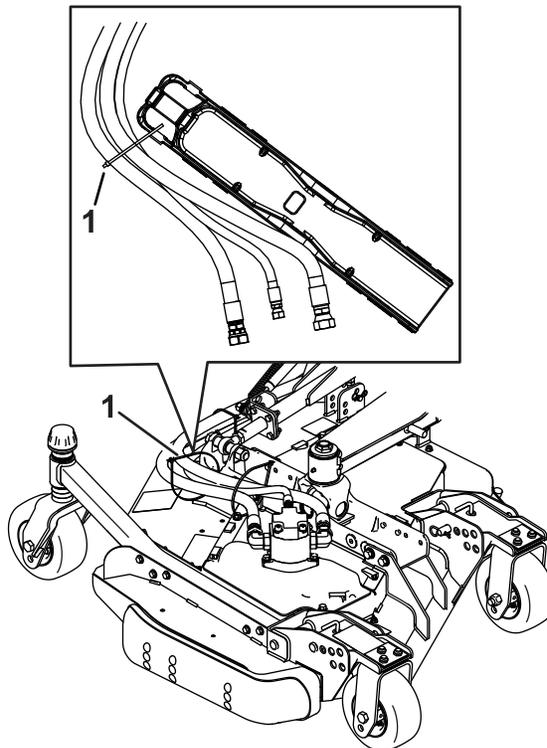

Figure 5
12. Installez les attache-câbles (Figure 5).